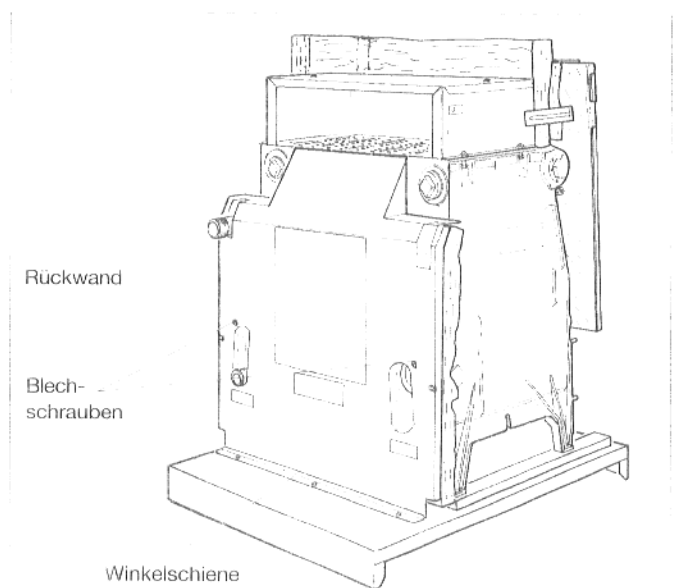

Abb. 20
- Rückwand oben an Nocken der Endglieder einhängen und mit zwei Blehschrauben anschrauben (Abb. 20).
- Dichtschnur unten an der Rückwand anlegen und Winkelschiene mit drei Blehschrauben anschrauben (Abb. 20).